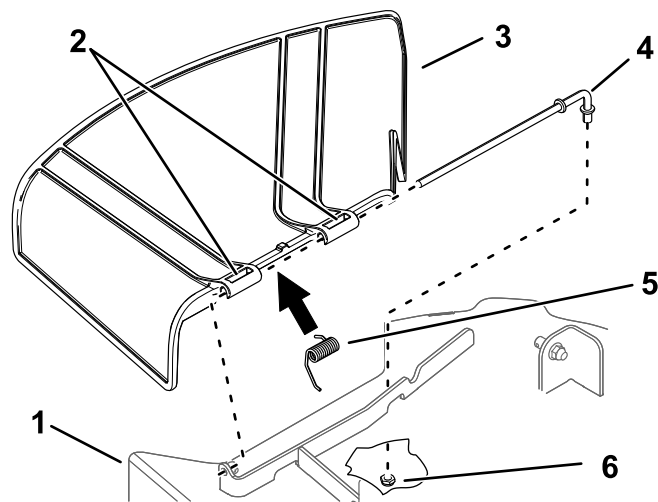

Figure 75
- Retirez l'écrou ($\frac{3}{8}$ po) de la tige, sous le tablier de coupe (Figure 75).
- Sortez la tige du support du tablier, du ressort et du déflecteur d'herbe (Figure 75).
4. Montez le nouveau déflecteur d'herbe (Figure 75).
7. Insérez la tige dans le second pivot du déflecteur d'herbe (Figure 75).
9. Fixez l'extrémité arrière de la tige dans le tablier de coupe à l'aide d'un écrou ($\frac{3}{8}$ po), comme montré à la Figure 75.